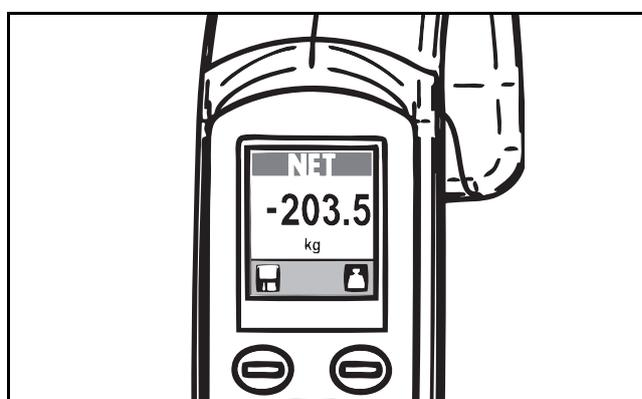

Fig. 68
- 3) Volte a instalar a funda no MAXI MOVE. Ignore o sinal de menos antes dos algarismos apresentados no ecrã. Permita que a leitura de peso estabilize. O peso apresentado é o peso real do paciente (consulte a Fig. 68).